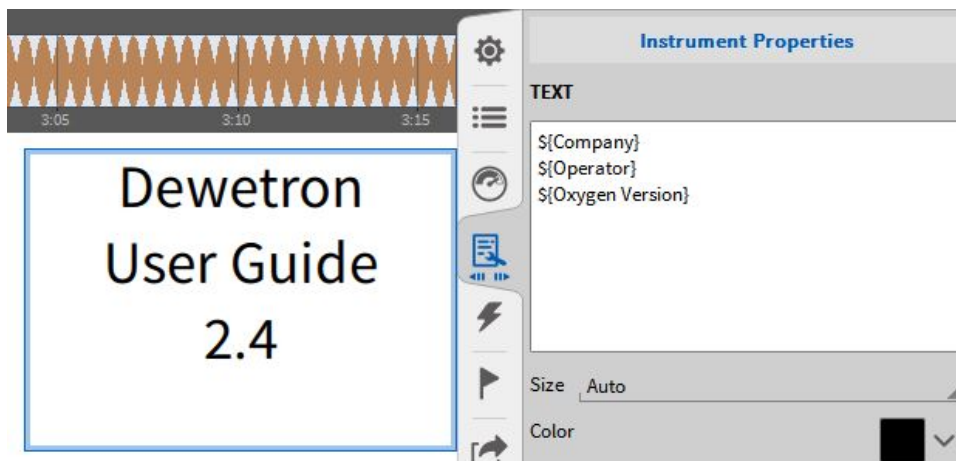

Abb. 5.27: Hinzufügen von Header Information in ein Textfeld
- Erstellen Sie ein Textfeld und tippen Sie den Header Namen entsprechend der folgenden Syntax: `${Header Name}` und die entsprechende Header Beschreibung erscheint dann im Textfeld (siehe Abb. 5.27).